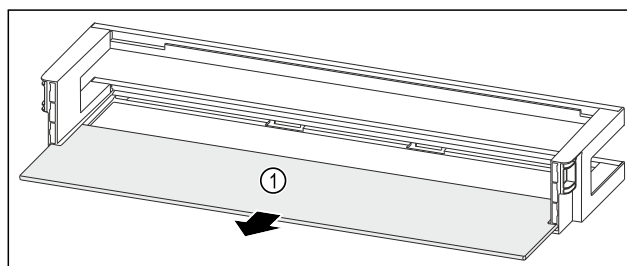

Fig. 131 Dveřní přihrádka s odkládací plochou
- ▶ Odkládací plochu Fig. 131 (1) odeberte.